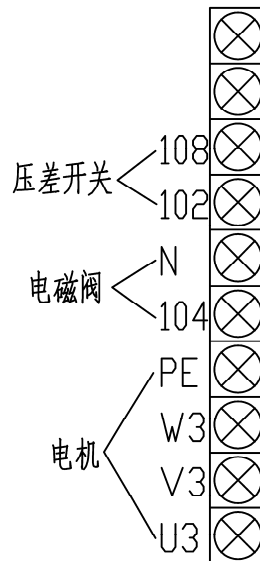

图 4
- (1) 电机接线：电机三相分别接 U3、V3、W3；地线接 PE。（见图 4）接于电控箱右侧下端的 10 位端子板上。
- (2) 电磁阀接线：电磁阀端红线接电控箱 104 端子、黑线接电控箱 N 端子。黄绿线接电控箱 PE 端子（见图 4），接于电控箱右侧下端的 10 位端子板上。
- (3) 压差开关接线：压差开关端 NO 端子接电控箱 102 端子、COM 端接电控箱 108 端子。（见图 4）接于电控箱右侧下端的 10 位端子板上。